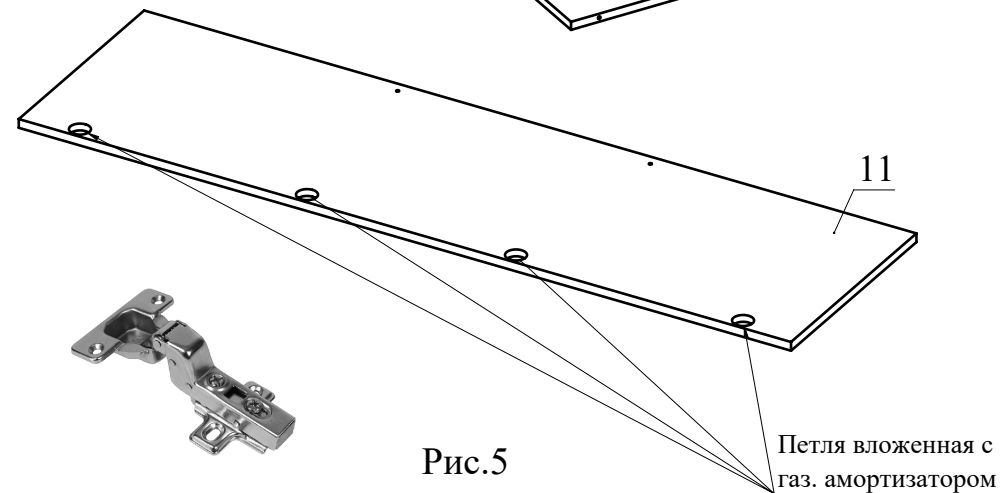

Рис.5
4. При помощи шурупов 3,5х16 закрепите петли вложенные на деталях 11 (Рис.5).